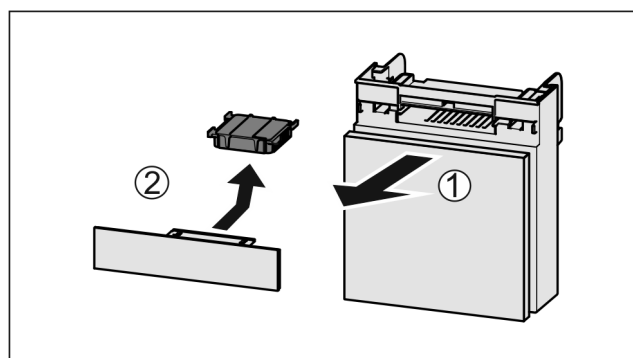

Fig. 131
- ▶ Wyciągnąć Fig. 131 (1) komorę do przodu.
- ▶ Wyjąć Fig. 131 (2) filtr z węglem aktywowanym.